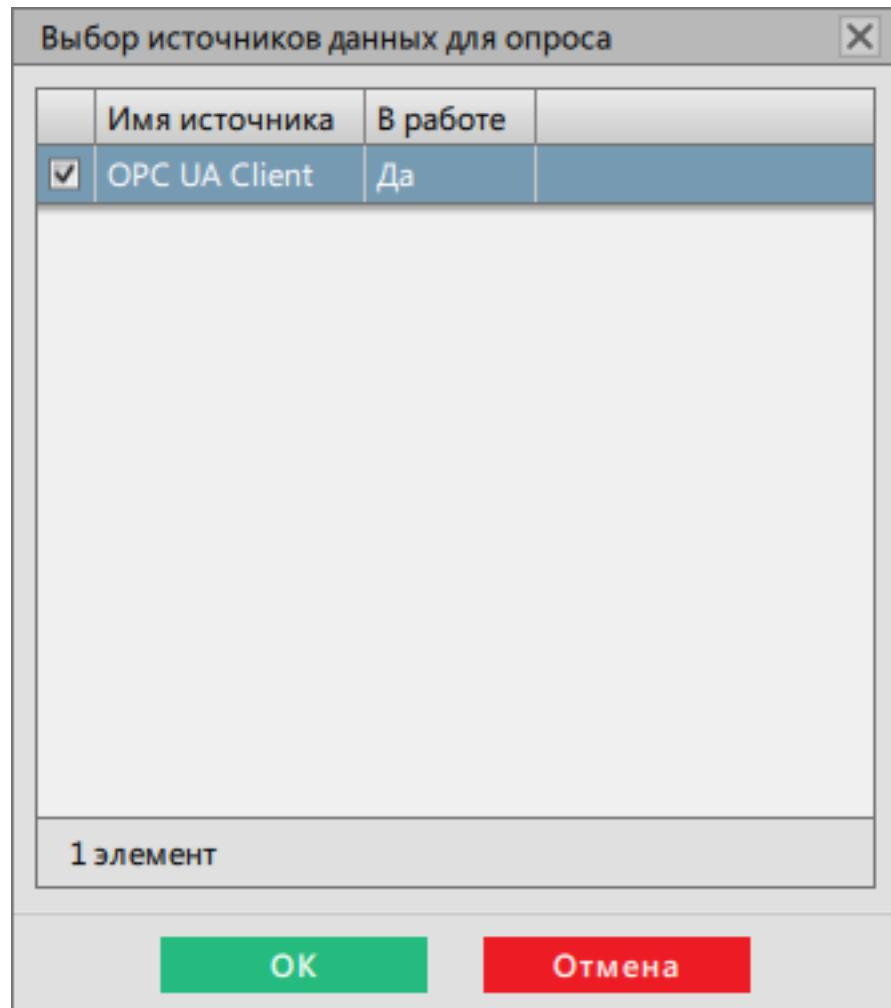

Рисунок 222 - Выбор источников данных для опроса
15. Выберите источник данных для опроса из п.3 и нажмите **OK** (Рисунок 222).